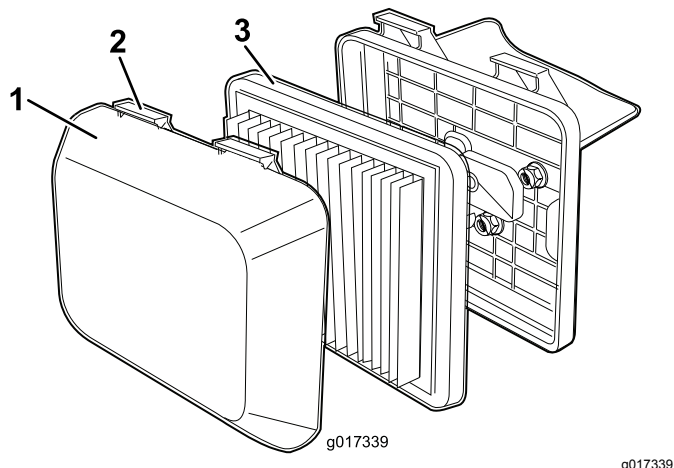

図 20
1. エアフィルタカバーの上部についているラッチのタブを押す 図 20。
3. エアフィルタのエレメントを外す 図 20。